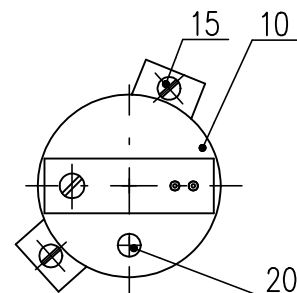

Рис. 6
- Поворачиванием устанавливающего триммера GAIN (рис.6) установите величину выходного сигнала тока, измеряемого на клеммах 81-82, на величину 20 мА.
#### 4.5 Установка емкостного датчика (рис.6)